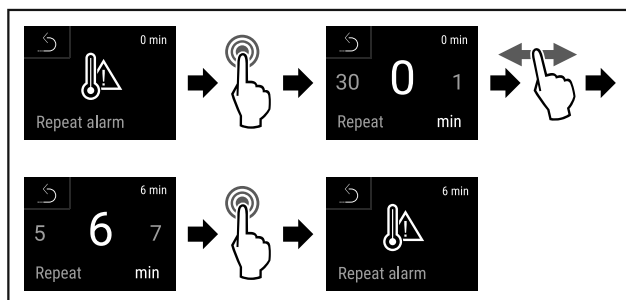

Fig. 143
- ▶ Eseguire i passi (vedere Fig. 143).